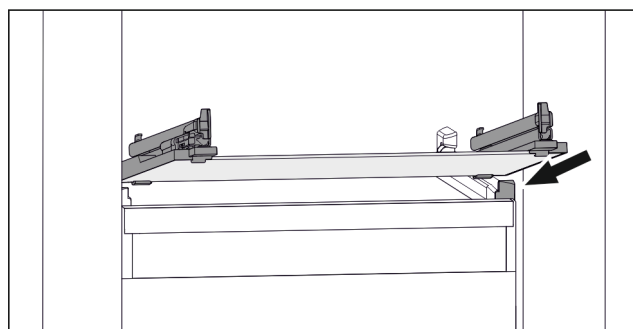

Fig. 51 Приблизне відображення скляної пластини
- ▶ Встановити скляну пластину за стопорами навскоси. (див. Fig. 51)